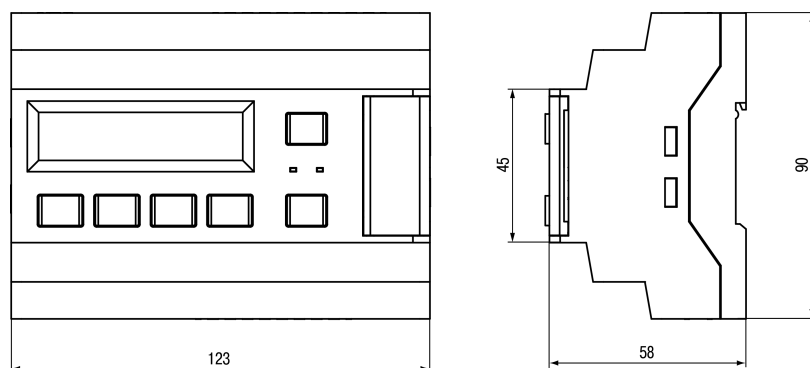

Рисунок 5.1 – Габаритный чертеж прибора
1. Подготовить на DIN-рейке место для установки прибора в соответствии с размерами прибора (см. рисунок 5.1).